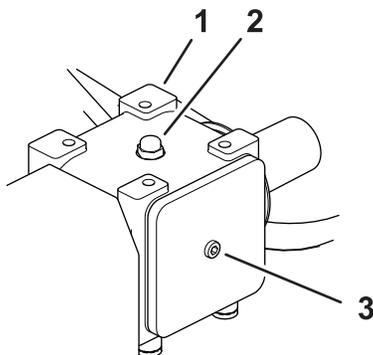

Figura 29
1. Limpie cualquier residuo del tapón de llenado para evitar cualquier contaminación (Figura 29).
5. Instale el perno de cabeza allen en la parte trasera de la caja de engranajes (Figura 29).
1. Limpie cualquier residuo del tapón de llenado y del tapón de vaciado para evitar cualquier contaminación (Figura 29).
7. Instale el perno de cabeza allen en la parte trasera de la caja de engranajes (Figura 29).